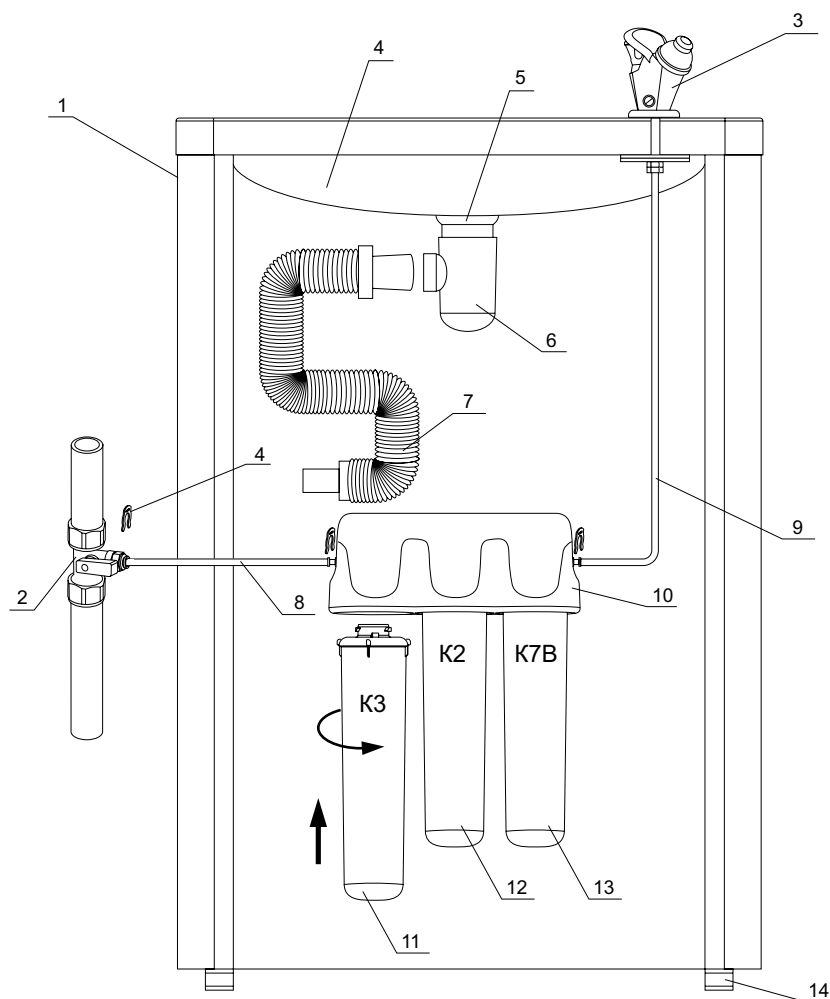
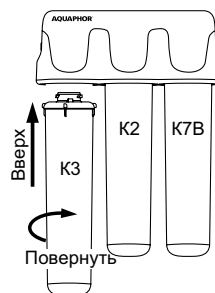

Рис. 1. Схема установки Фонтанчика
Рис. 5
Схема установки Фонтанчика показана на рис. 1.
- Фонтанчик следует устанавливать на прочной горизонтальной поверхности. Если поверхность неровная, выровняйте Фонтанчик горизонтально при помощи регулирующих ножек (14).
- Определите удобное место установки узла подключения (2) к водопроводу (см. рис. 1). Убедитесь в том, что соединительные трубки будут проходить свободно, без изломов. Свободные участки трубок следует закрепить так, чтобы их нельзя было повредить или выдернуть из соединений посторонними предметами.
- Свободный конец трубки, идущей от крана-поилки (см. рис. 1, поз. 9), вставьте во втулку водоочистителя, обозначенную стрелкой «выход», закрепите трубку стопорной клипсой.
- Удалив стопорную клипсу, вставьте подводящую трубку (см. рис. 1, поз. 8) в узел подключения до упора. Установите клипсу на место.
- После подключения Фонтанчика настройте кран-поилку, для этого, с помощью винта (13) (центральный винт), расположенного у основания крана, отрегулируйте высоту струи.
- Прикрутите гофрированный шланг ПВХ (см. рис. 1, поз. 7) к сифону (см. рис. 1, поз. 6) под чашей для слива воды.
- Убедитесь в том, что сменные фильтрующие модули (см. рис. 1, поз. 11–13) установлены в блоке коллекторов (см. рис. 1, поз. 10).
- Вставьте новый модуль в блок коллекторов (см. рис. 1, поз. 10) до упора и, слегка надавливая, поверните модуль по часовой стрелке до щелчка (рис. 5).
Обратите внимание на порядок установки модулей. Позиционирование модулей в водоочистителе показано на рис. 5.